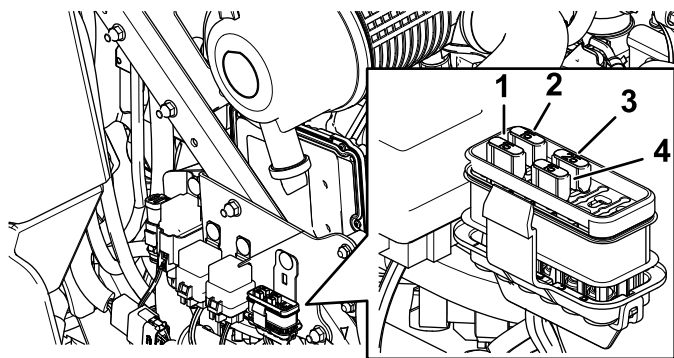

Рисунок 50
3. Встановіть новий запобіжник (Рисунок 50).